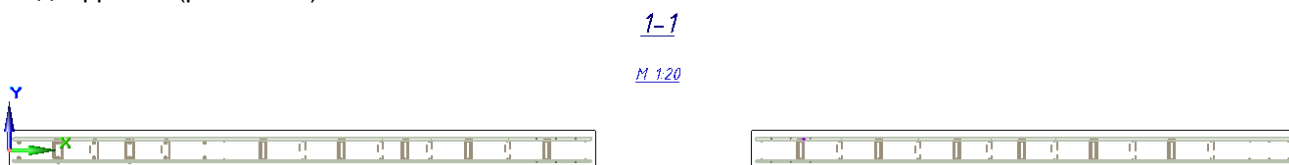

Рис. 24.23. Розріз діафрагми Дж\_2
- Щоб перейти до редагування розрізу виконайте подвійне натискання по зображенню розрізу в моделі (рядок **Дж\_2: Розріз 1-1** – у діалоговому вікні **Види**). У новій закладці вікна відкриється розріз діафрагми (рис. 24.23).
- Утримуючи натиснутою клавішу Shift виділіть зони вертикальних стержнів, які перетинаються з горизонтальними з двох сторін прорізу (рис. 24.23).